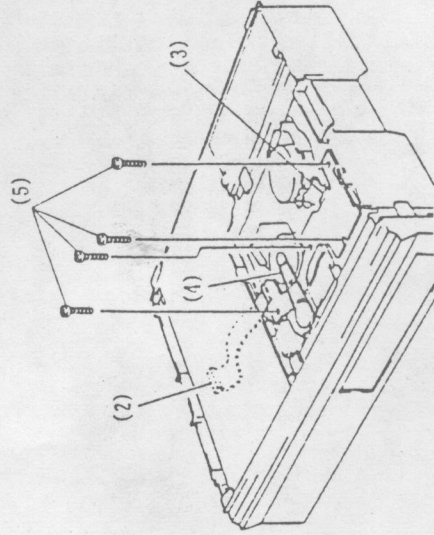

图50
②从主电路板上解开扁平电缆,如图50所示;
③解开1个接续器;
④拆卸带盘驱动皮带;
⑤拆卸4个螺钉并将传感器电路板取出。